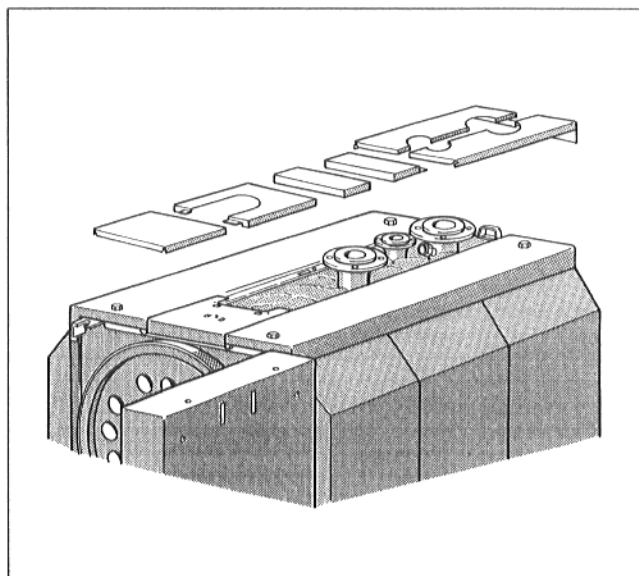

Fig. 18
- Conformément à la Fig. 18, poser les 4 cales de remplissage sur le rebord de la partie latérale du capot.